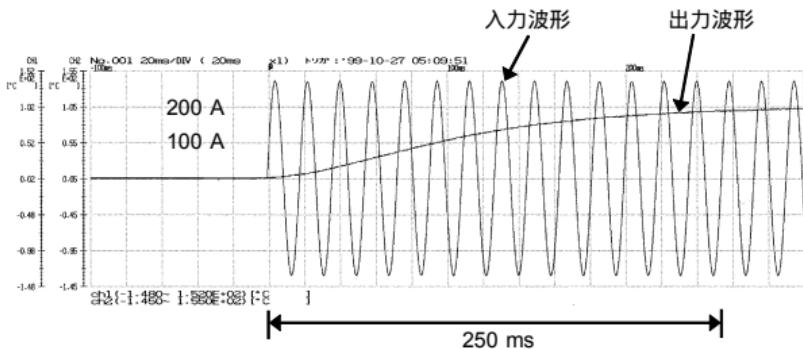

図2 出力応答波形（立上り）
- ・**REC** 出力はアナログ出力です。f.s.入力時の出力応答時間は立上がり (0% → 90% 約 250 ms) と立下がり (100% → 10% 約 500ms) で違いがあります。(図 2, 3 参照) また、測定値がレンジに対して小さいほど応答時間が長くなります。